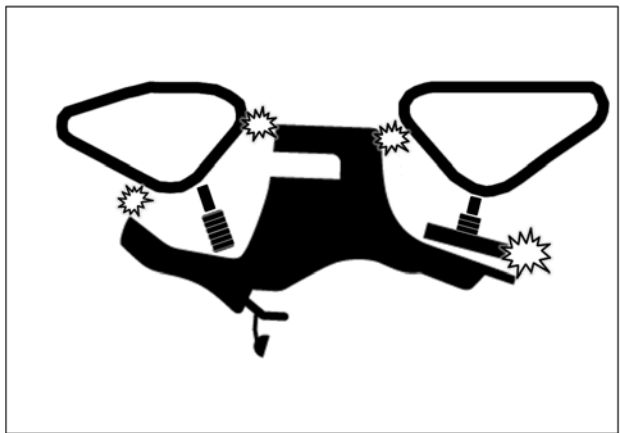

Fig. 21
2. Vérifier s'il y a possibilité de contact entre le système de traction et les coins inférieurs des ailes. Voir la Fig. 21